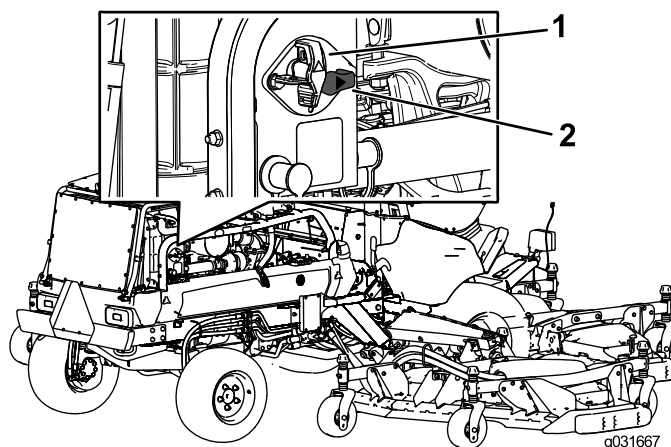

Рисунок 2
5. Поверните переключатель отсоединения аккумулятора в положение OFF (Выкл.) (Рисунок 2).